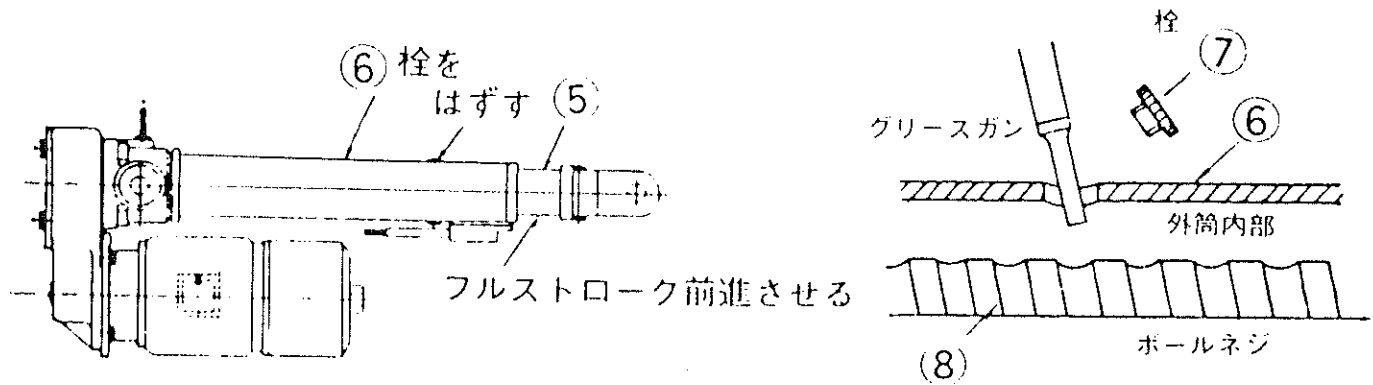

図 7
イ. 図7のように外筒⑥に取付けてある注脂栓⑦をはずします。